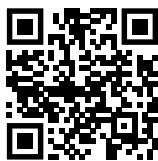

Fig. 116
- Ouvrez le Liebherr SmartMonitoring Dashboard. (voir Fig. 116).